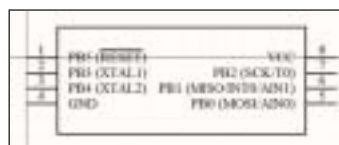

Рис. 24. УГО, соответствующее требованиям ГОСТ
- В результате проделанных операций получено условное графическое обозначение микроконтроллера, не противоречащее требованиям ГОСТ (рис. 24).